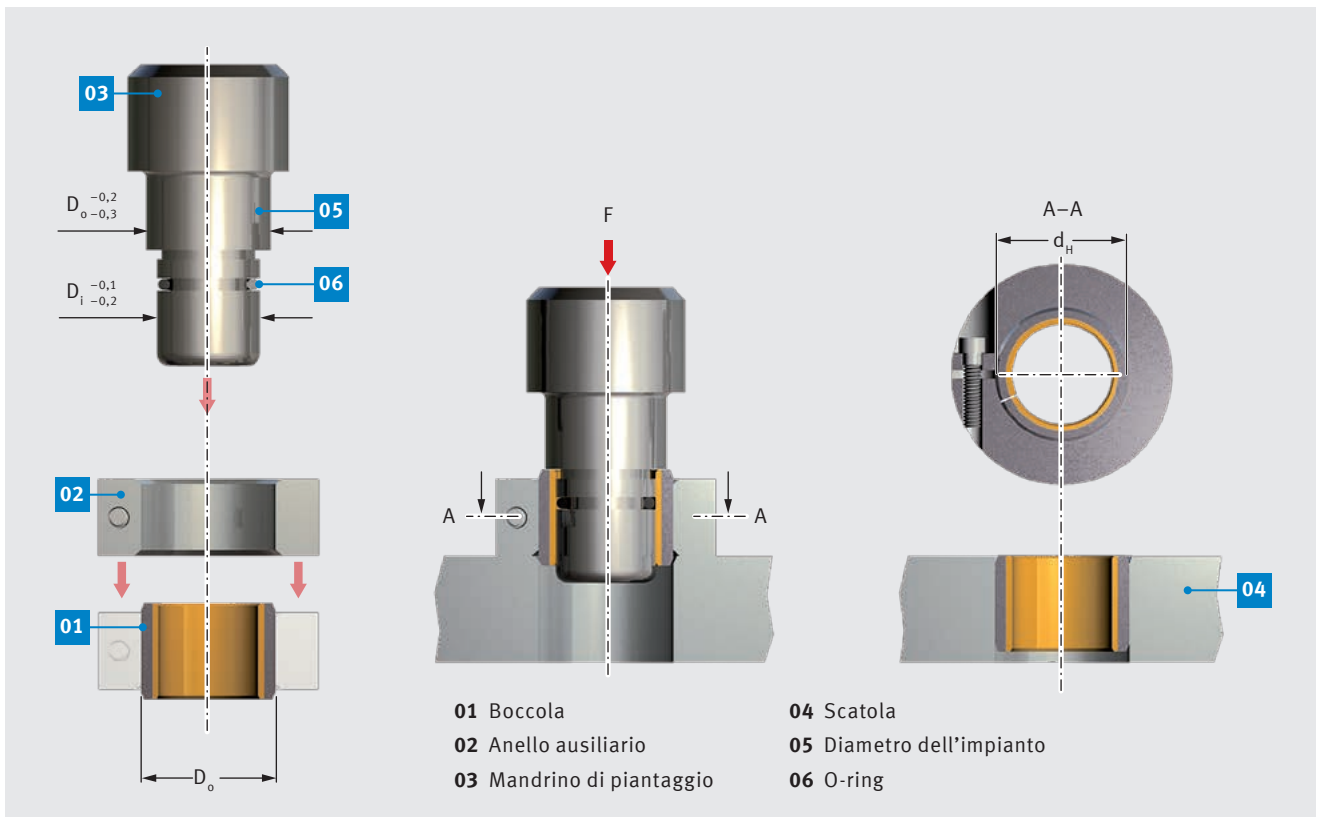

Fig. 54: Piantaggio di boccole,  $D_o \geq 55$  mm, con anello ausiliario
- piantaggio con mandrino e con anello ausiliario secondo fig. 54.